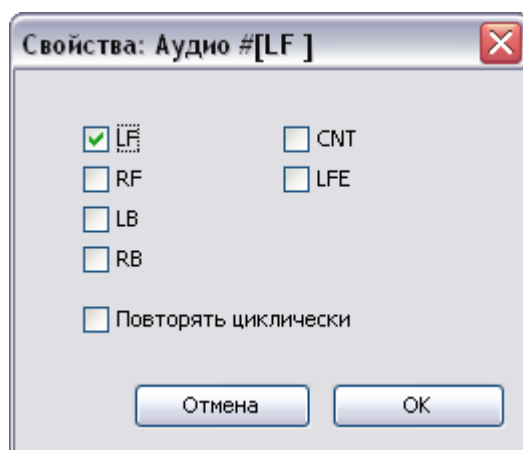

Рисунок 28 – Окно задания параметров аудио выхода
– далее необходимо вызвать из значка аудио выхода окно его свойств и в нем задать речевой подканал, по которому будет транслироваться оповещение с микрофона (левый фронтальный – «LF», правый фронтальный – «RF», центральный – «CNT», левый тыловой - «LB», правый тыловой - «RB») для аудио выхода, см. рисунок 28;